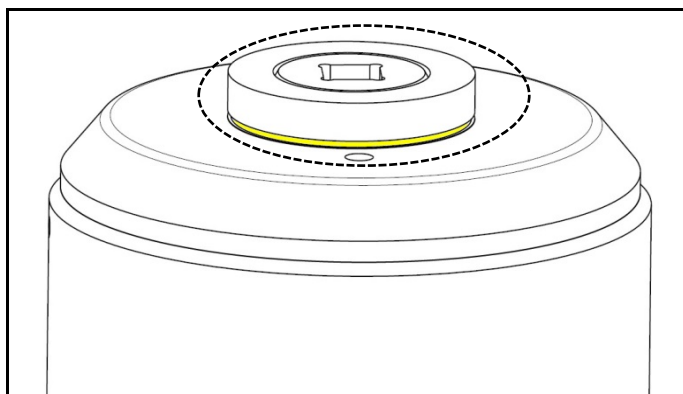

Fig. 2.1 Marca indicadora de la barra de apriete
**ATENCIÓN** Hay una ranura indicadora de color amarillo marcada alrededor de la parte superior de la barra de apriete que indica que el tensor ha alcanzado su carrera máxima. Si ve esta marca, detenga la bomba y no siga presurizando las herramientas. Habrá que apretar la(s) tuerca(s), y retraer la(s) herramienta(s) antes de seguir. (Fig. 2.1)